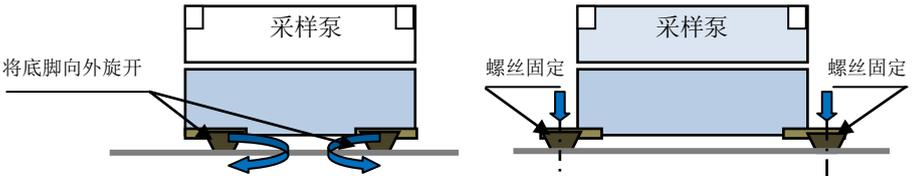

图 1 采样泵固定示意图
- 2、如需固定装置时，可将装置底部四个固定板旋出，拆下减震垫的固定螺丝，另选用合适的螺丝，穿过减震垫孔，将其固定牢固。（见图 1）